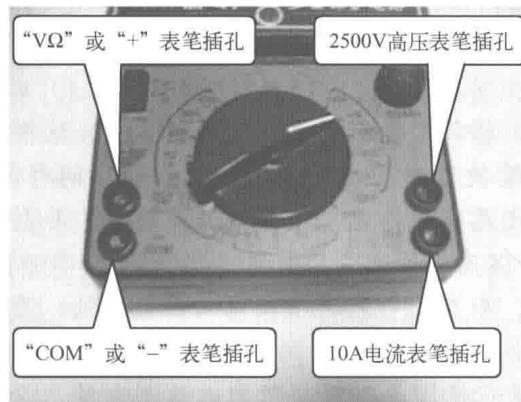

图 1-8 指针式万用表的表笔插孔
**【表笔插孔】**如图 1-8 所示，万用表有两个基本表笔插孔，一个为红表笔插孔，用“VΩ”或“+”表示，另一个为黑表笔插孔，用“COM”或“-”表示。正常测量情况下，红表笔插入“VΩ”或“+”插孔，黑表笔插入“COM”或“-”插孔，如果需